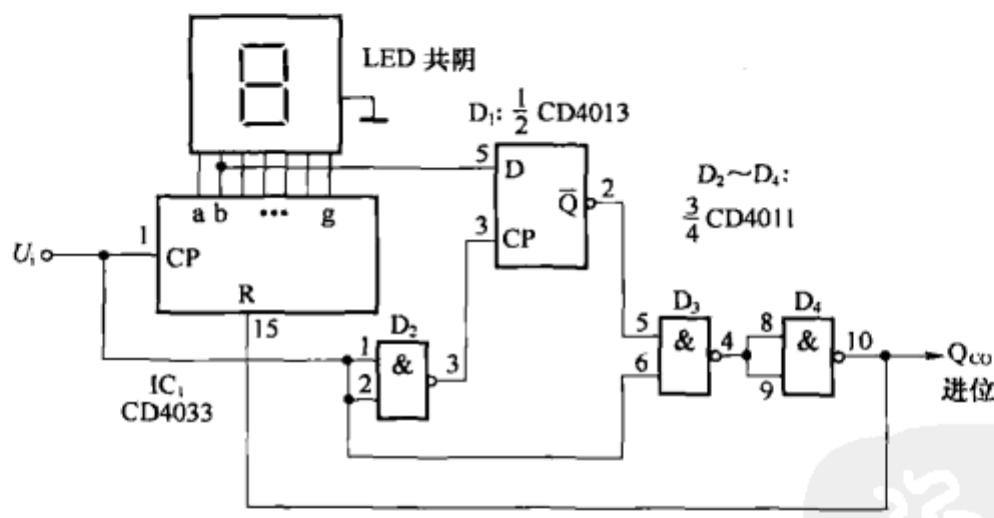

图 8-56
(1) 图 8-56 所示为采用十进制计数/7 段译码器 CD4033 等构成的六进制计数显示电路。D 型触发器 D₁ 和与非门 D₂~D₄ 构成附加控制电路。CD4033 对 1~5 个脉冲正常计数，当第 6 个脉冲到来时，附加控制电路（D₄ 的⑩脚）输出一个“1”脉冲，使 CD4033 计数器复位为“0”，同时送出一个进位脉冲。下一个脉冲到来时，计数器重新开始计数。六进制计数器可用于分、秒的十位计数。